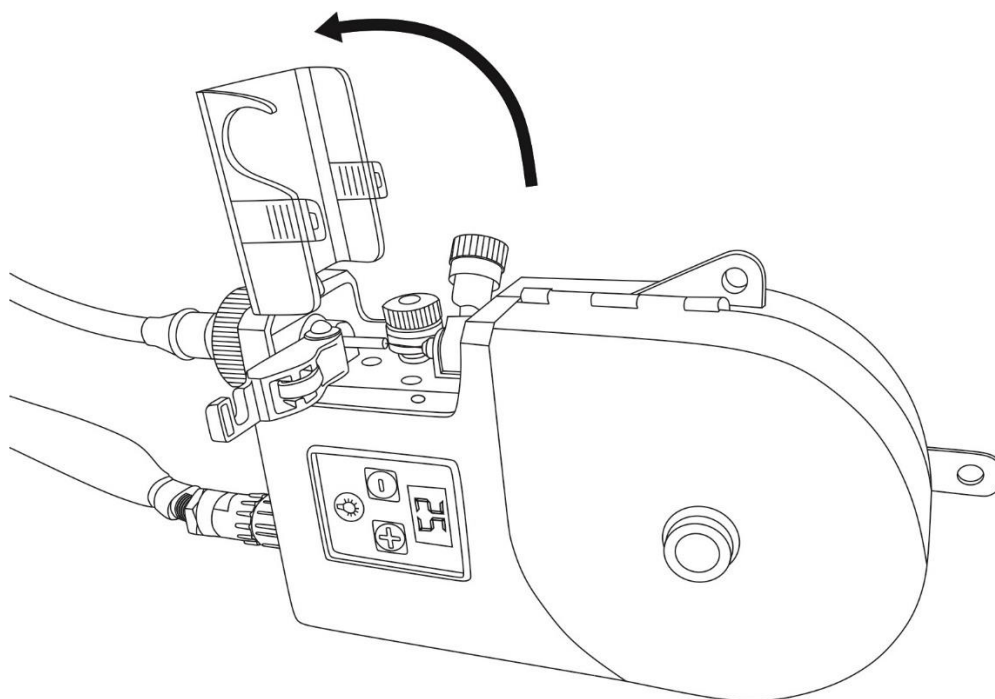

Рис. 7.8. Открытие крышки механизма подачи проволоки.
1. Откройте защитную крышку механизма подачи присадочной проволоки (См. рис. 7.8).